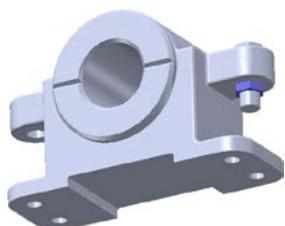
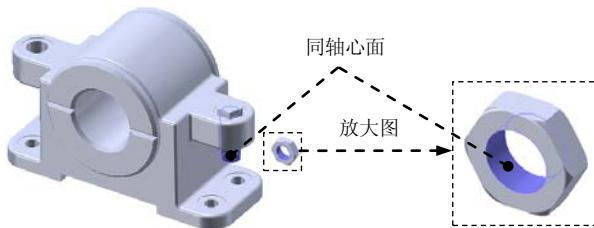

图 7.11.19 添加螺母零件
图 7.11.20 选取同轴心面
④ 单击“配合”对话框的 **√** 按钮，完成零件的定位。
Step9. 添加如图 7.11.19 所示的螺母并定位。
(1) 引入零件。
① 选择命令。选择下拉菜单 **插入(I)** → **零部件(①)** → **现有零件/装配体(E)...** 命令，在系统弹出的“打开”对话框中选取 nut.SLDPRT，单击 **打开** 按钮。
② 将零件放置于图 7.11.20 所示的位置。
(2) 添加配合，使零件定位。
① 选择下拉菜单 **插入(I)** → **配合(M)...** 命令，系统弹出“配合”对话框。
② 添加“同轴心”配合。选取图 7.11.20 所示的两个面为同轴心面。